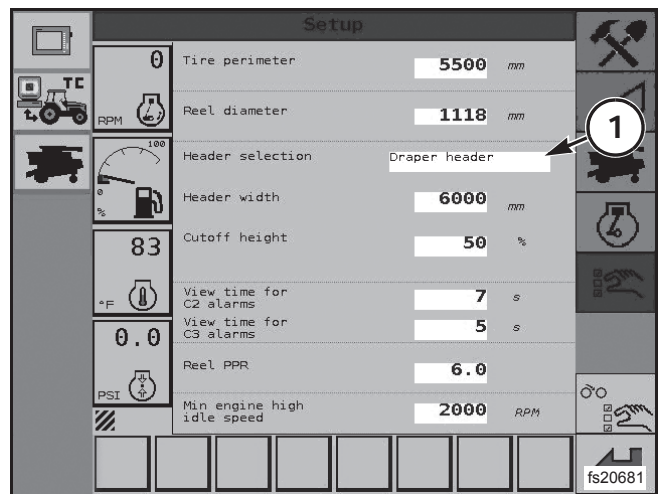

FIG. 2
FIG. 2: En la página Setup (Configuración) presione la caja de texto (1), cerca de la Selección de la Plataforma. Después de que la caja de diálogo sea seleccionada, los botones de rodaje aparecerán en la pantalla.